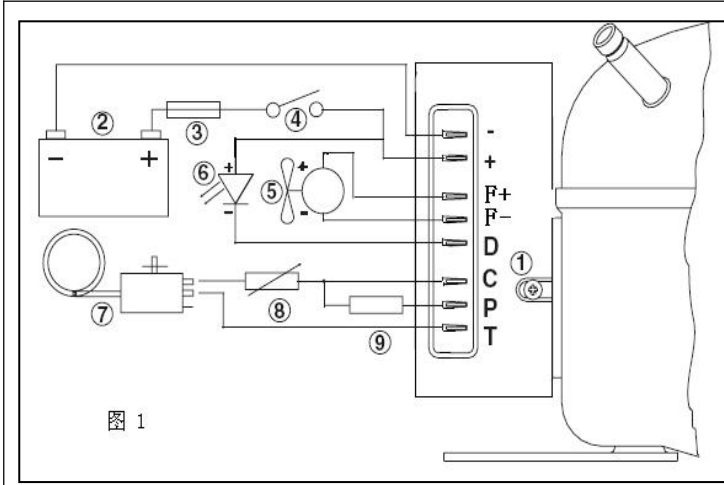

图 1
- 安装方式：如图 1 所示。将控制器三相输出插件紧插在压缩机的接线端上，控制器套入压缩机的装卡片后拧紧螺钉（1）。
- 电源连接：如图 1 所示。A、控制器的电源输入线直接连接至电池的正负极（2），控制器的（-）极连至电池的负极；控制器的（+）极连至电池的正极，否则控制器将不能正常工作，控制器具有电源反接保护。B、为了保护装置，必须在正电源连线中接入一个保险丝（3），并尽可能的靠近电池的正输出极；推荐 12V 系统采用 15A；24V 系统采用 7.5A。C、如果加入主开关（4），则开关的最小通断电流值大于 20A。D、电源线的选择（线径及长度）可参照表 2，否则会因电源连线上的电压降影响到控制器的电池保护点的设置值。
- 电池的保护：如图 1 所示。A、控制器通过检测输入极（+）和（-）之间的电压值来确定停止压缩机及重新启动压缩机；用于保护不同的供电电池。
5、 温度开关：如图 1 所示。A、温度开关（7）连接在控制器的 C、T 端，如果中间不连接任何电阻，则当温度开关闭合时压缩机的运行速度为 2000rpm。B、其他压缩机的设定转速可通过电阻（8）来调节电流（mA）获得，具体电阻数值参照表 4。
6、 外接风扇：如图 1 所示。A、控制器的端子（F+）和（F-）之间可接入一个 12V 的直流风扇（5），风扇的正极连接控制器的（F+）端，负极连接控制器的（F-）端。当控制器的输入电压超出 12V 时，端子（F+）和（F-）之间输出的值总是保持 12V。 **不管输入电压系统是 12V 还是 24V，风扇必须是 12V 的 直流风扇。** B、 **控制器可持续输出 0.7A 的风扇驱动能力。**
7、 外接 LED 显示：如图 1 所示。A、控制器的端子（+）和（D）之间可接入一个 10mA 的 LED（6）用于显示故障，LED 的阳极连接控制器的（+）端，阴极连接控制器的（D）端。B、当发生故障时，LED 每 3 秒为循环，在每个循环中连续闪烁，根据不同的故障闪烁不同的次数，每次闪烁为 0.4 秒，持续闪烁 3.2 分钟。具体代码和闪烁次数如表 5。